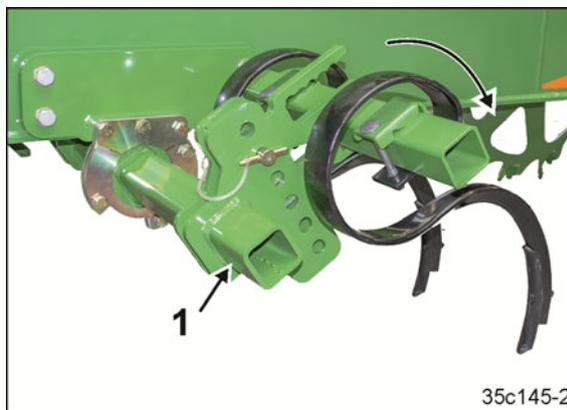

Fig. 237
1. Pivoter l'effaceur de traces du tracteur en position de travail (Fig. 237/1) :
1. Pivoter l'effaceur de traces du tracteur en position de transport (Fig. 237/1) :